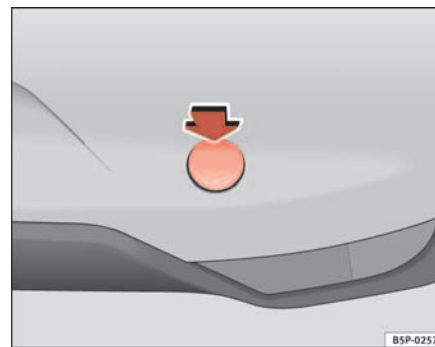

Fig. 205 Tapa de la argolla de remolque trasera
- Libere la tapa pulsando la parte superior de la misma en el sentido de la flecha ⇒ página 278, fig. 205.